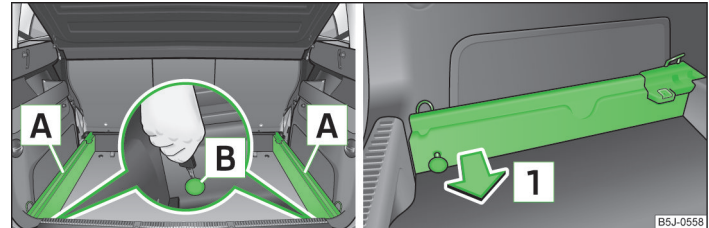

Abb. 52 Gepäckraum: Sicherungspunkte lösen / Tragschienen herausnehmen
- › Die Sicherungspunkte **B** » Abb. 52 an den Tragschienen mit dem Fahrzeugschlüssel bzw. mit einem flachen Schraubendreher lösen.
- › An jeder Tragschiene den Sicherungspunkt **B** » Abb. 52 bis zum Anschlag drücken.